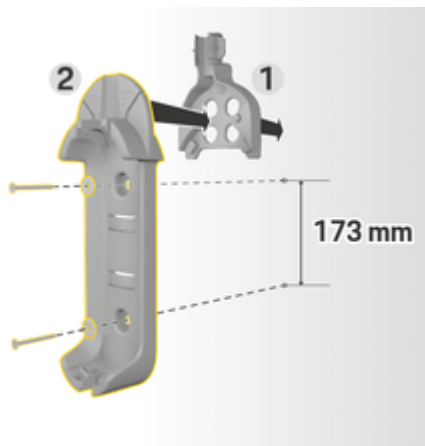

Рис. 98: Размеры под отверстия
3. Вдавите базовое настенное крепление **2** (Рис. 98) спереди в кабелепровод **1** (Рис. 98).